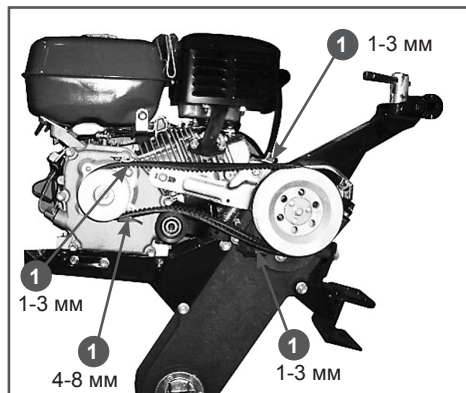

Рис. 9 Регулировка расстояния между ремнем и ограничительными скобами
Отпустите крепежные болты на ограничительных скобах ремня (1) Рис.9. Отрегулируйте зазор между ограничительными скобами и самим ремнем, как указано на рисунке (при этом действии рычаг сцепления должен быть нажат и зафиксирован).